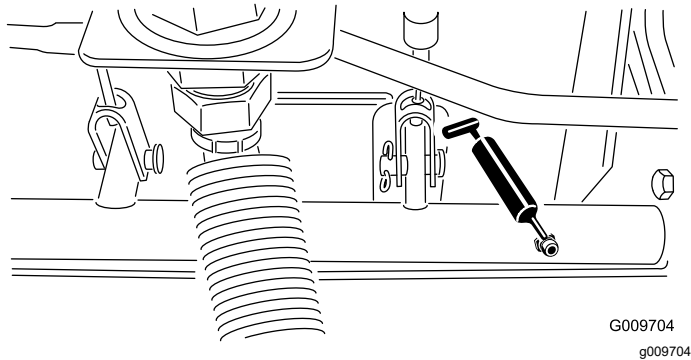

Figura 81
- Cuscinetti orientabili dell'albero del freno (5) come illustrato nella Figura 81